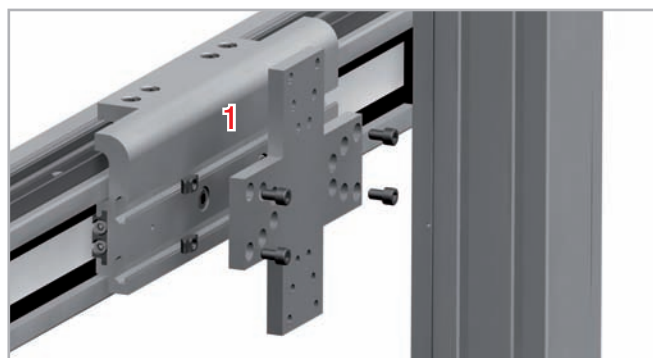

Fig. 106
1. Insérez les vis d'un côté de la plaque d'interface dans les trous préparés (voir fig. 106).